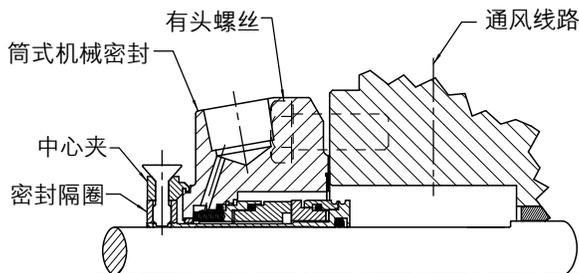

图 12
1. 筒式 (图 12)
2. 在轴和筒式密封套内径中的 O 型环上涂抹大量轻油。请参阅图 12。